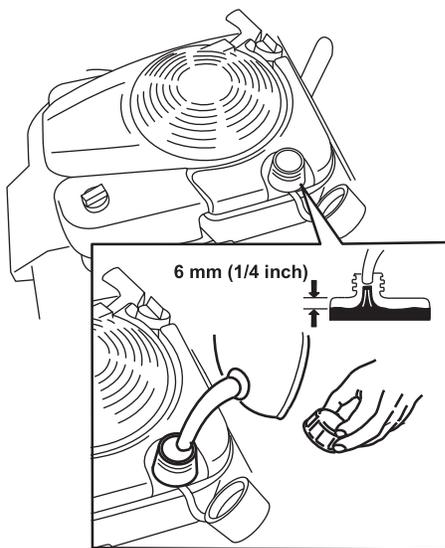

Figure 13
1. Nettoyez la surface autour du bouchon du réservoir de carburant et enlevez le bouchon (Figure 13).
2. Faites le plein de carburant en prenant soin de laisser un espace vide d'au moins 6 mm (1/4 po) sous le bas du goulot pour permettre à l'essence de se dilater (Figure 13).